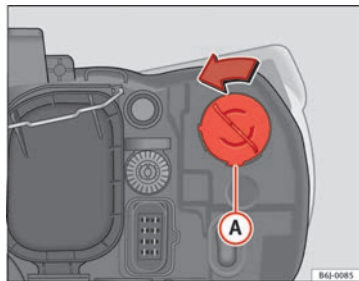

Abb. 163 Blinklicht
- Den Lampenträger ⇒ Abb. 163 **A** nach links drehen und ziehen.